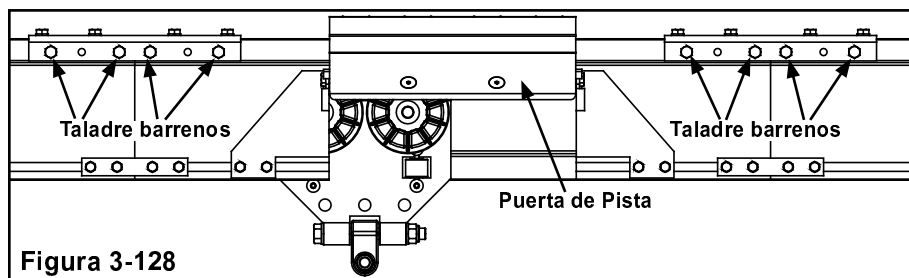

Figura 3-128
- Paso 1. Use soporte superior de montaje de riel como plantilla para marcar riel y haga cuatro (4) barrenos en cada extremo del ensamble de puerta de acceso, use broca 13/32" (11 mm). No trate de barrenar en línea. Vea Figura 3-128.
- Paso 2. Instale cuatro (4) M10 x 100 mm HHCS con tuerca nylock M10 en cada extremo de puerta de acceso. **Apriete hasta asentar tornillos + ¼ vuelta.** No apretar de más.